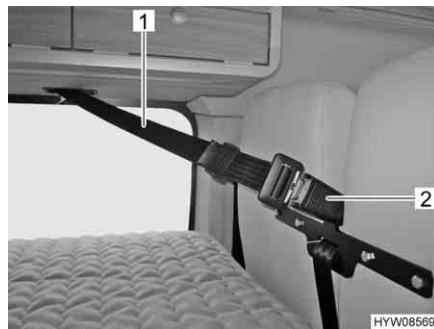

Fig. 6 Schienale (bloccato)
- Infilare la cinghia (Fig. 6,1) sotto l'armadietto a tetto nella chiusura (Fig. 6,2) sullo schienale.